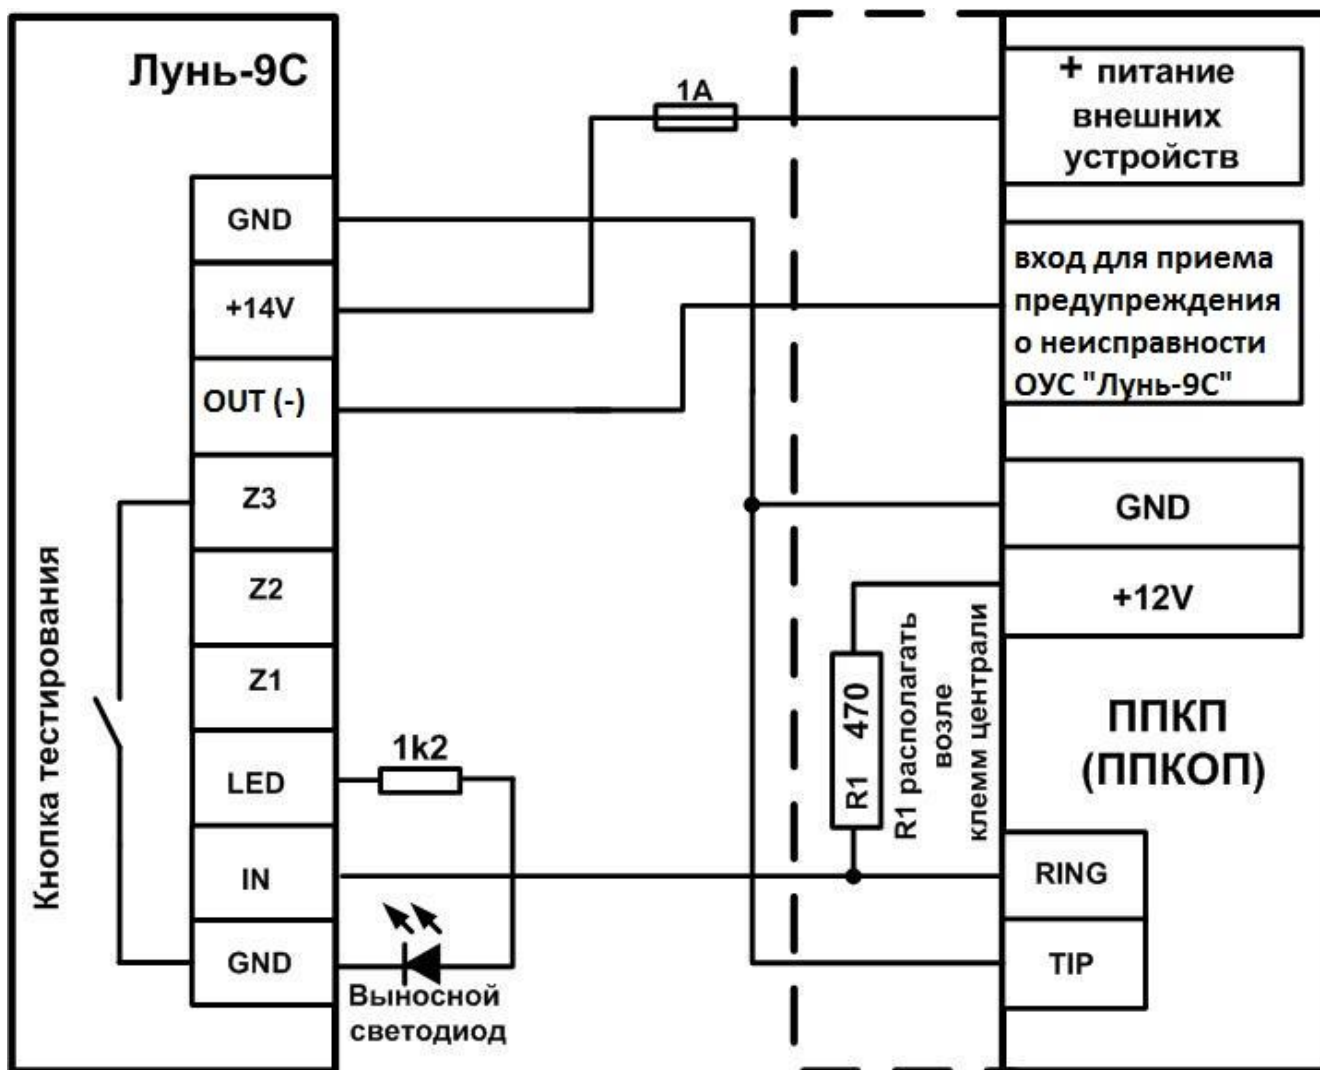

Рисунок 4. Схема подключения изделия к ППКП (ППКОП). Вариант 2
2. Применение в качестве «Объектового устройства сопряжение», согласно ДСТУ 4357-3 («охранный» вариант работы). Устройство «Лунь-9С» в данном варианте работы является «приемником по телефонной линии» для стороннего ППК. Изделие получает от ППКП (ППКОП) кодированные сообщения, которые транслируются через GSM сеть на ПЦН, схема подключения представлена на рис. 4. В данном варианте работы шлейфы представляют собой обычные охранные шлейфы с оконечным сопротивлением 4,7 кОм. Различается только два состояния: норма и нарушение шлейфа.